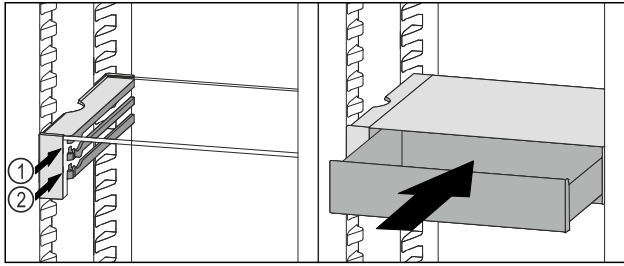

Fig. 108
- ▶ VarioSafe-lade achter de stoppers op de gewenste rib Fig. 108 (1) of Fig. 108 (2) plaatsen.